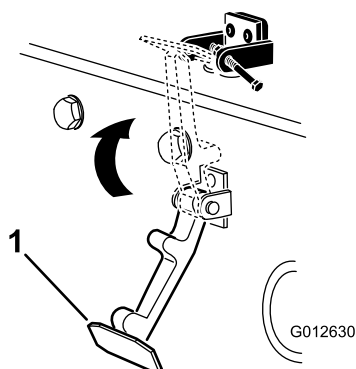

Рисунок 5
6. Введите защелку в зацепление с кронштейном защелки капота (Рисунок 5).